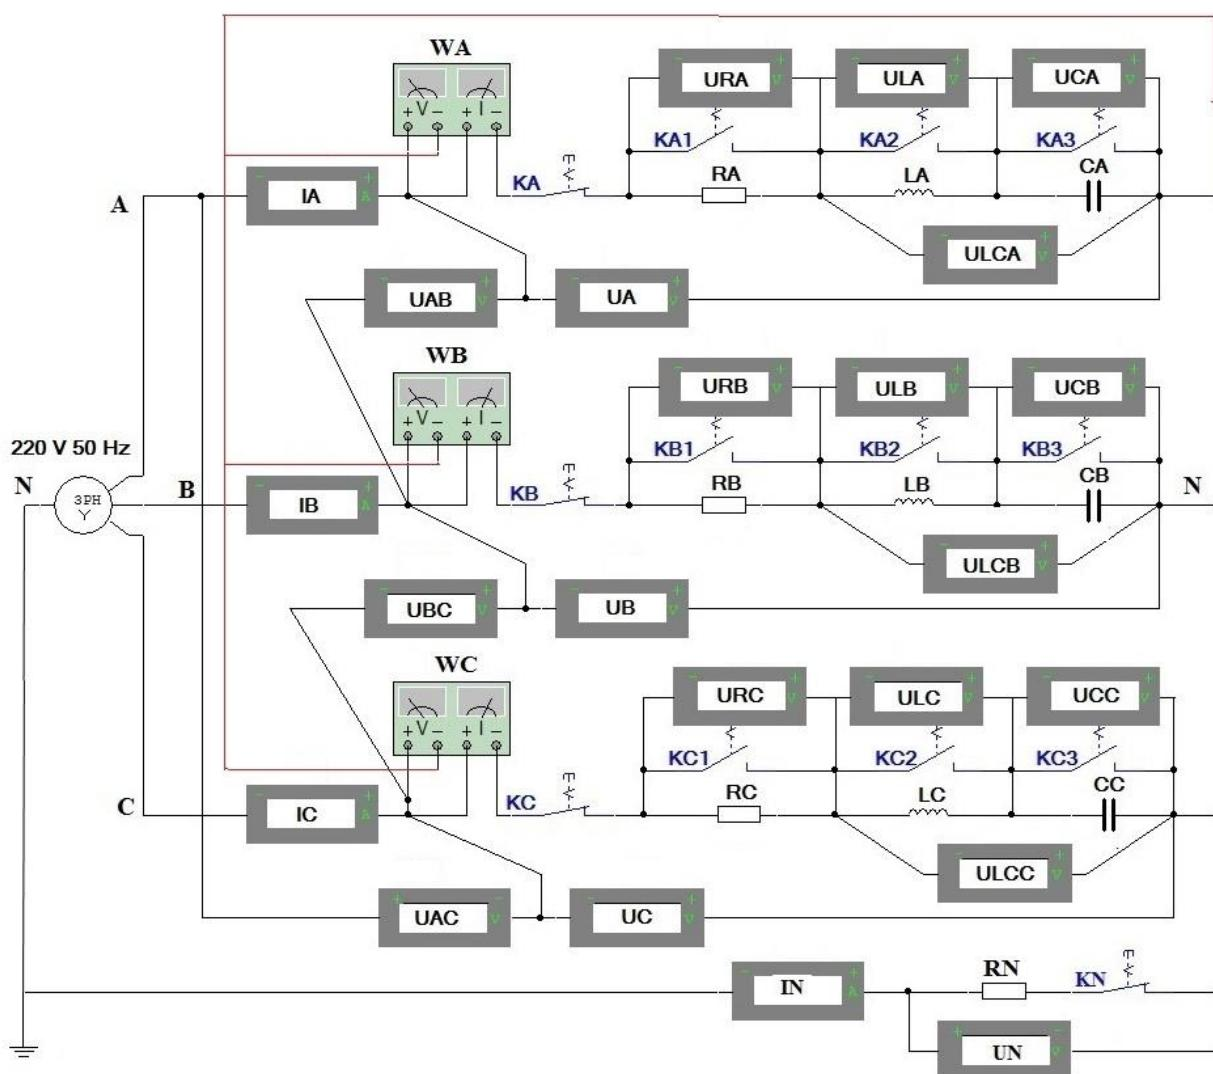

Рис. 3.1
1. Собрать в MultiSim схему трехфазной электрической цепи при соединении генератора и потребителей звездой (рис. 3.1). Возможно также использовать копию примера, поскольку схема одна и та же для всех вариантов задания.
3. Выполнить исследование трехфазной электрической цепи звезда – звезда (рис. 3.1) при изменении положения ключей, согласно заданному варианту и заполнить табл. 3.1 и 3.2. Измерения выполнить в MultiSim. Расчеты выполнить любым способом, включая компьютерные приложения: MathCad, Excel и другие.